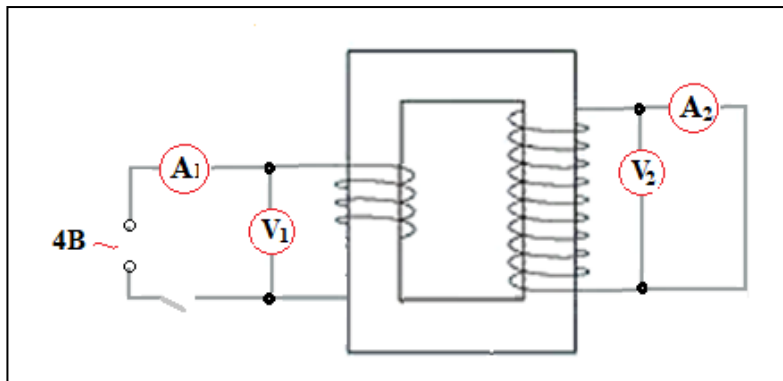

Рисунок 2
3. Составить электрическую цепь по схеме, рисунок 2